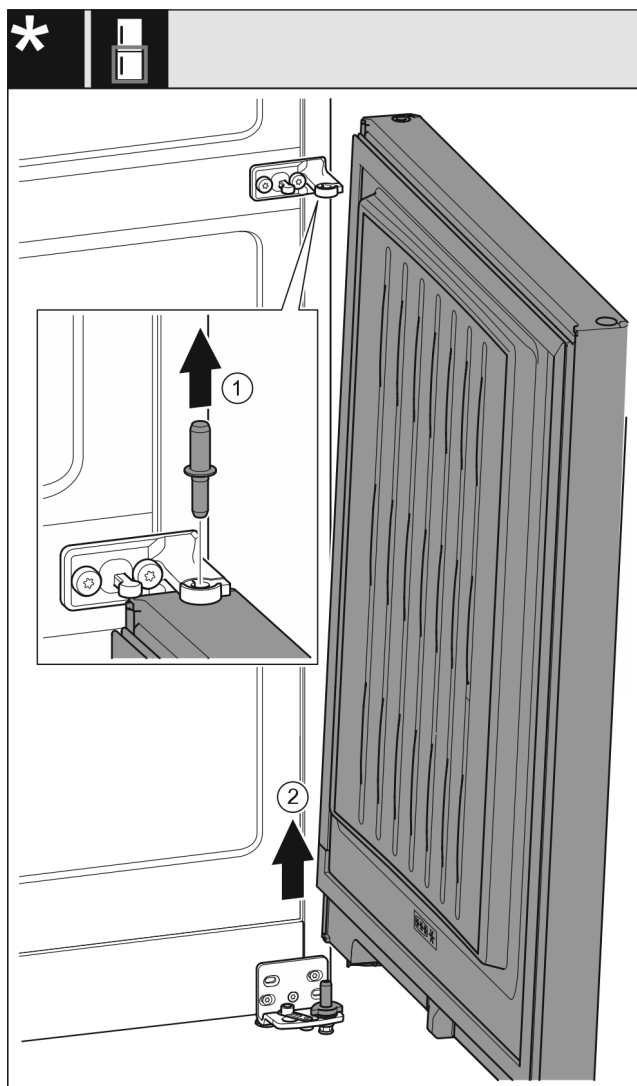

Fig. 30 Bez amortyzatora zamykania*
- Wyjąć sworznie Fig. 30 (1) w górę.*
- Wyjąć drzwi Fig. 30 (2) pociągając w górę, a następnie odstawić z boku.*